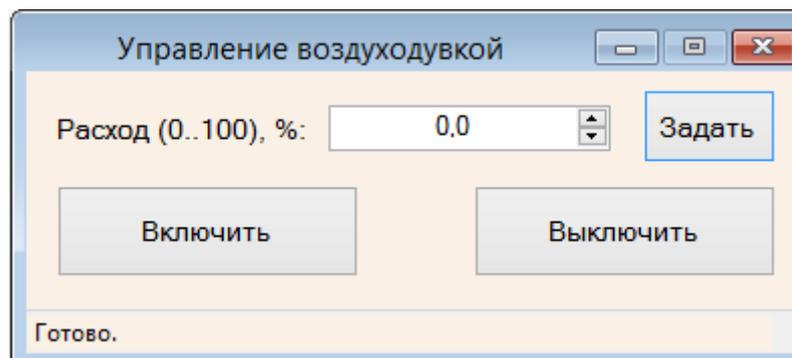

Рисунок 18 – Управление воздуходувкой
3. Воздуходувки (M1..M3) – при клике происходит открытие диалогового окна управления воздуходувкой (рис. 18);